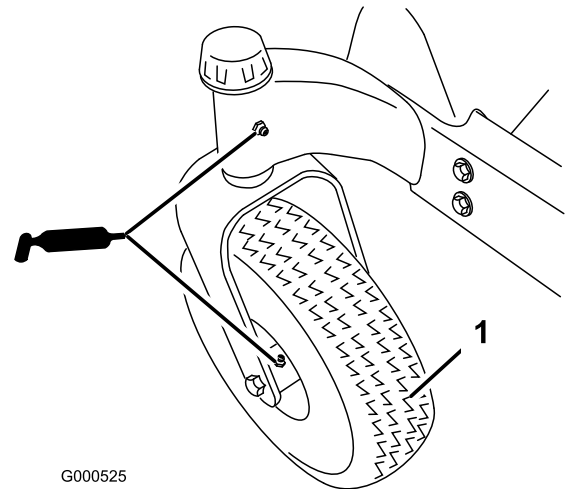
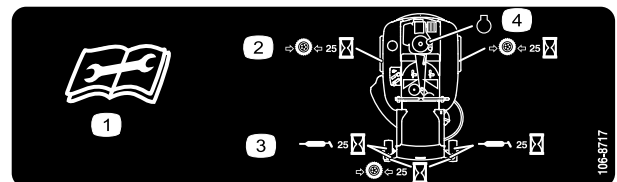

Figure 30
Figure 31
3. Nettoyez les graisseurs (Figure 30 et Figure 31) à l'aide d'un chiffon. Grattez la peinture qui pourrait se trouver sur les graisseurs.
4. Raccordez une pompe à graisse à chaque graisseur (Figure 30 et Figure 31). Injectez de la graisse dans